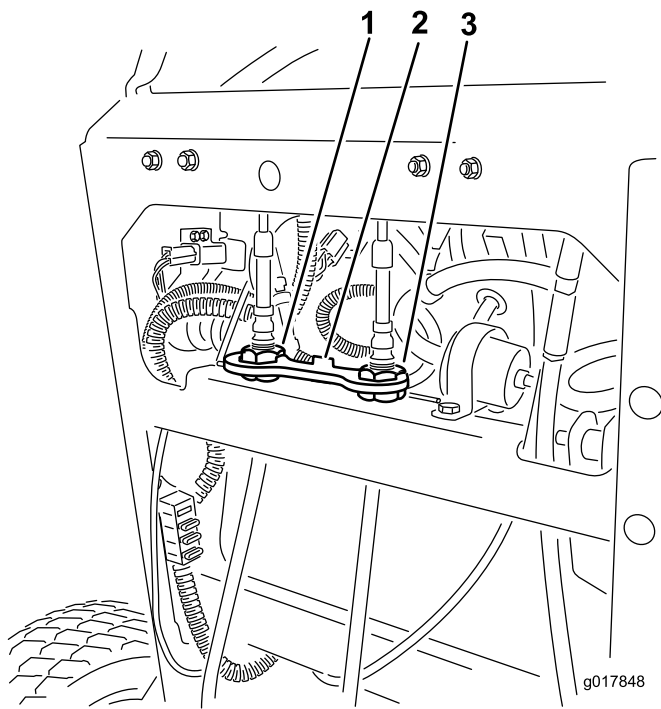

Figure 79
- Levez et déposez le verrou à câble qui fixe les écrous de réglage du câble (Figure 79).
- Placez le verrou à câble sur les écrous de réglage de câble pour bloquer le réglage (Figure 79).